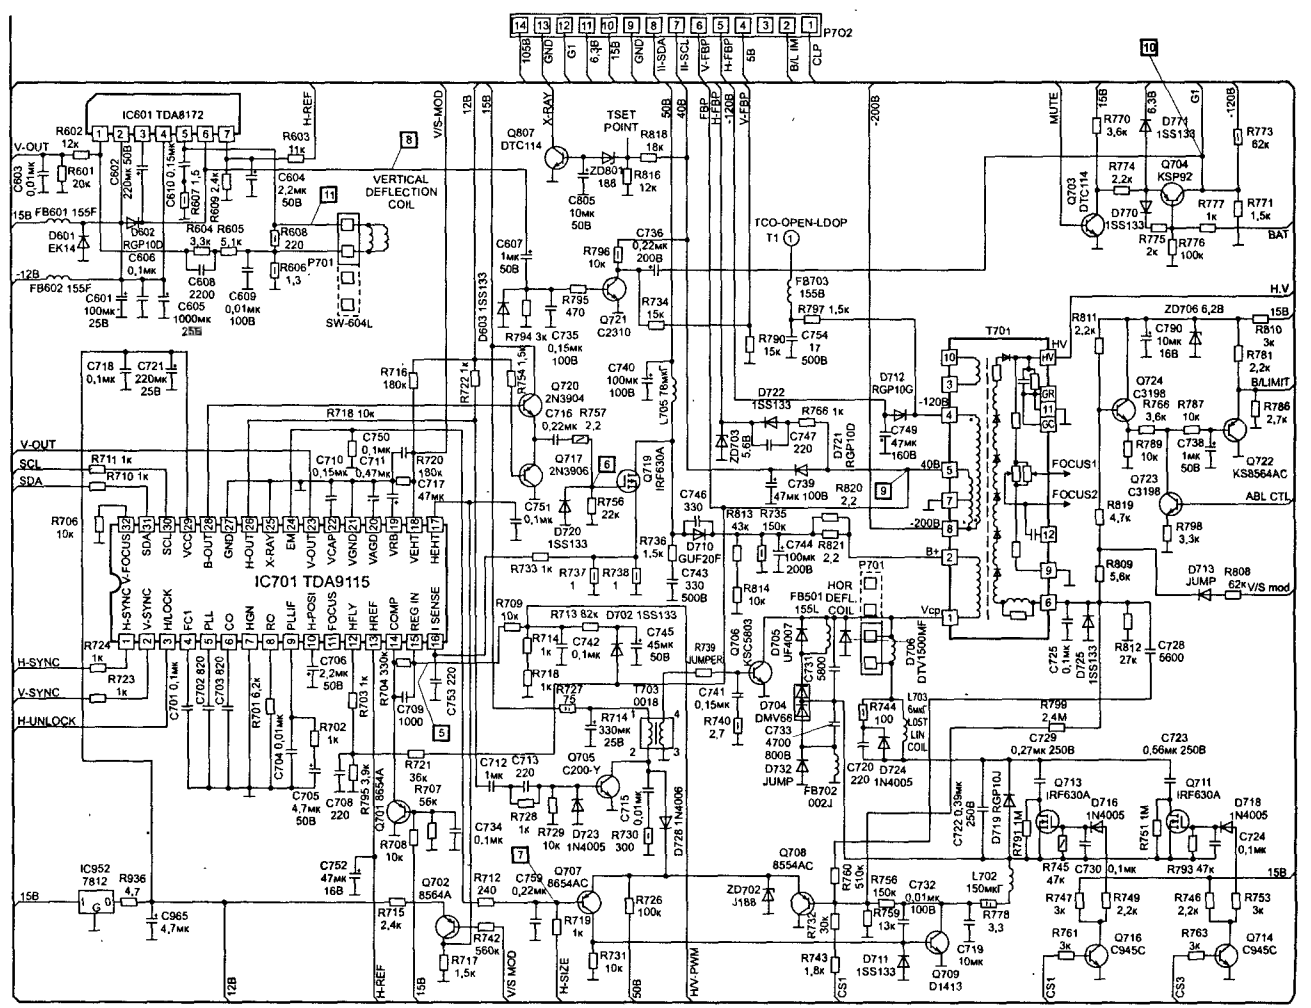

Рис. 2.5. Принципиальная электрическая схема. Синхропроцессор. Кадровая и строчная развертки
Синхропроцессор выполнен на микросхеме IC701 (рис. 2.5). Всеми режимами его работы управляет МК по цифровой шине I²C (выв. 30, 31 IC701). При подаче напряжения питания 12 В (выв. 29) синхропроцессор вырабатывает сигналы запуска кадровой развертки V-OUT (выв. 23) и строчной развертки H-OUT (выв. 26). Изменение частоты и фазы запускающих импульсов при смене режима разрешения монитора обеспечи-
Схема построена по классической двухкаскадной схеме (см. рис. 2.5). Импульсы запуска с выв. 26 IC701 поступают на транзистор предварительного каскада Q705, включенный по схеме с общим эмиттером. Каскад питается от БП напряжением +15 В. Цепь C715 R730 демпфирует
Выходной каскад кадровой развертки, выполнен на микросхеме IC601 (см. рис. 2.5), которая содержит входной усилитель, выходной каскад, генератор импульсов обратного хода и схему защиты. Микросхема питается от БП следующими напряжениями: +15 В и –12 В. Отклоняющие катушки кадровой развертки подключены к соединителю P701. В остальном схема в описании не нуждается.
Последовательно с вторичной обмоткой трансформатора T701 включен конденсатор C725 (рис. 2.5), напряжение на котором пропорционально току лучей кинескопа. При превышении заданного уровня тока лучей, напряжение на конденсаторе C725 увеличивается и через транзисторы Q724, Q722 на выв. 2 видеопроцессора IC302 поступает сигнал V-LIMIT и контрастность изображения становится минимальной.
Наиболее часто встречающаяся причина подобной неисправности — выход из строя выходного транзистора строчной развертки Q706 (рис. 2.5). Заменить этот транзистор можно другими типами: C5440, C5404 или C5583.
Чаще всего эта неисправность связана с выходом из строя строчного трансформатора T701 (см. рис. 2.5), а точнее с коротким и замыканиями в его высоковольтной обмотке (HV).
Если высокого напряжения нет, проверяют наличие запускающих импульсов на базе транзистора Q706 (см. рис. 2.5).
Причиной этой неисправности может быть и схема кадровой развертки (заворот изображения), при этом растр оказывается не чистым, а молочного цвета, с темными разводами и яркими пятнами. Данная неисправность устраняется заменой микросхемы IC601 (рис. 2.5). Не лишним перед этим будет проверить питающие напряжения микросхемы, а также исправность элементов вольтодобавки: C601, D602.
В первую очередь проверке подвергается схема регулировки яркости, выполненная на транзисторах Q703, Q704 (рис. 2.5). Измеряют напряжение на модуляторе кинескопа G1. Если напряжение близко к нулю, проверяют его формирование схемой регулировки яркости. Так как отрицательное напряжение создается из импульсов обратного хода кадровой развертки, формируемых транзистором Q721, то в первую очередь опре-
Такого рода неисправность может быть вызвана выходом из строя резистора R744 (см. рис. 2.5).
Схема, формирующая аналоговый сигнал ограничения тока лучей представлена на рис. 2.5. Она состоит из транзисторов Q724, Q722, Q723. В первую очередь проверяют эти транзисторы. Затем контролируют импульсы обратного хода (OX) на базе Q724 и, если их нет, проверяют строчный трансформатор T701, конденсатор C725 и диод D725.
Причина этой неисправности — в неправильной работе схемы гашения пятна, включающей в себя конденсатор C736 и диод D316 (см. рис. 2.5). Чаще всего в подобной ситуации выходит из строя конденсатор.